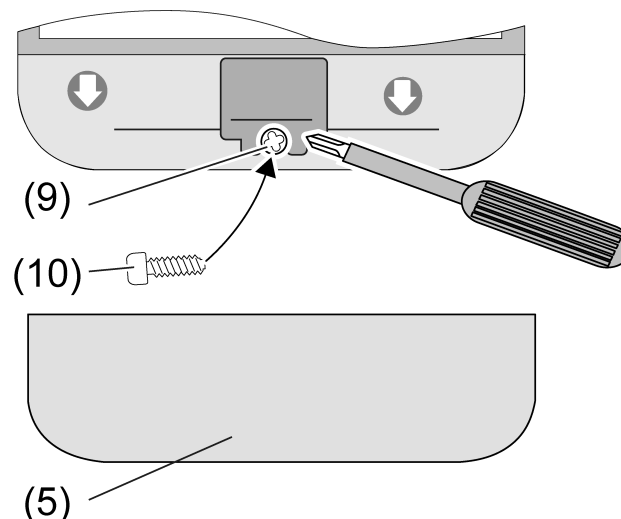

Imagen 18
- Atornillar el tornillo de fijación (10) en el orificio (9) del conmutador deslizante (Imagen 18).